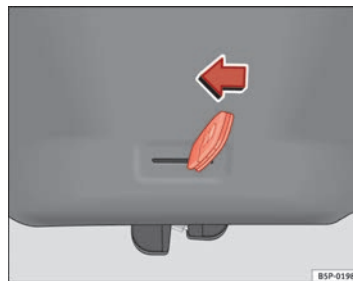

Abb. 50 Heckklappe: Notöffnung
- Den Schlüsselbart in den Schlitz stecken und das Verriegelungssystem entriegeln, indem der Schlüssel von rechts nach links in Richtung Pfeil bewegt wird → Abb. 50.